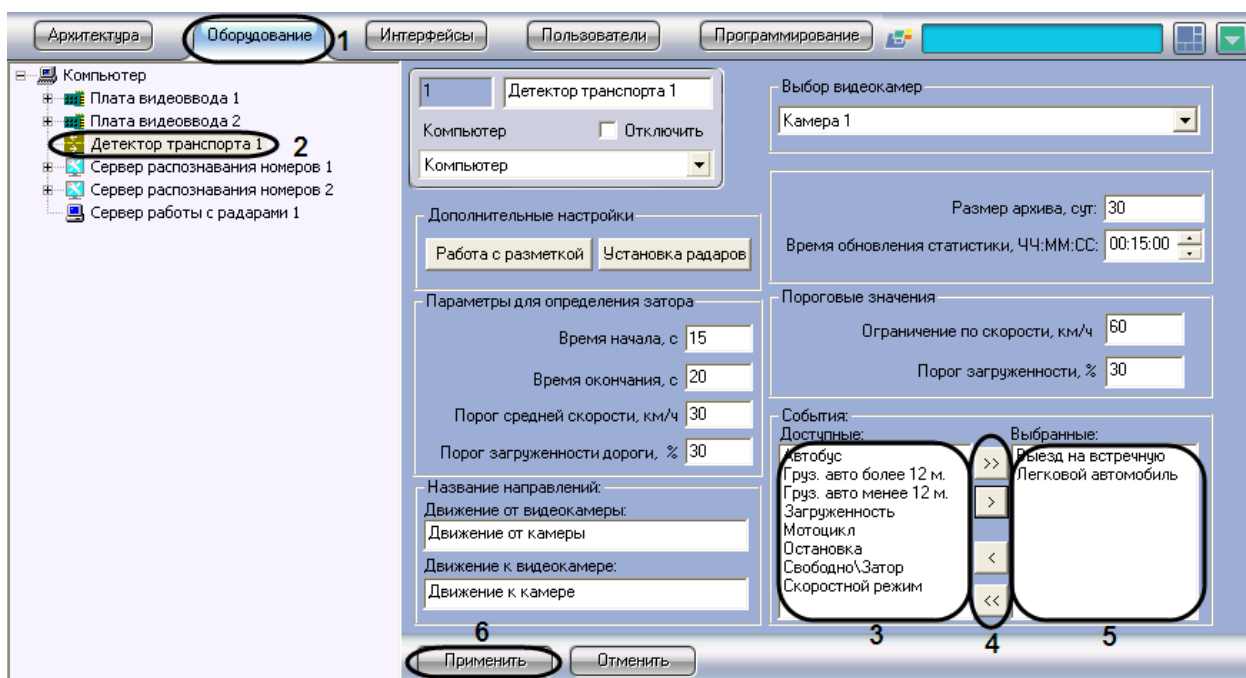

Рис. 7.4—21. Выбор генерируемых событий из списка доступных событий
1. В диалоговом окне «Настройка системы» перейти на вкладку «Оборудование» (см. Рис. 7.4—21, 1).
2. В дереве объектов на вкладке «Оборудование» выбрать объект «Детектор транспорта», соответствующий настраиваемому программному модулю «Детектор транспорта» (см. Рис. 7.4—21, 2). В правой части вкладки «Оборудование» отобразится панель настройки выбранного объекта.
3. Выбрать все события, которые необходимо генерировать системой (см. Рис. 7.4—21, 3).
4. Перенести выбранные события в список генерируемых событий (см. Рис. 7.4—21, 5).
Для переноса выделенного события в список генерируемых событий требуется нажать на кнопку «стрелка вправо», для переноса всех событий в список генерируемых требуется нажать на кнопку «двойная стрелка вправо» (см. Рис. 7.4—21, 4).
Для удаления события из списка генерируемых событий требуется нажать на кнопку «стрелка влево», для удаления всех событий из список генерируемых требуется нажать на кнопку «двойная стрелка влево» (см. Рис. 7.4—21, 5).
5. Нажать кнопку «Применить» (см. Рис. 7.4—21, 6).